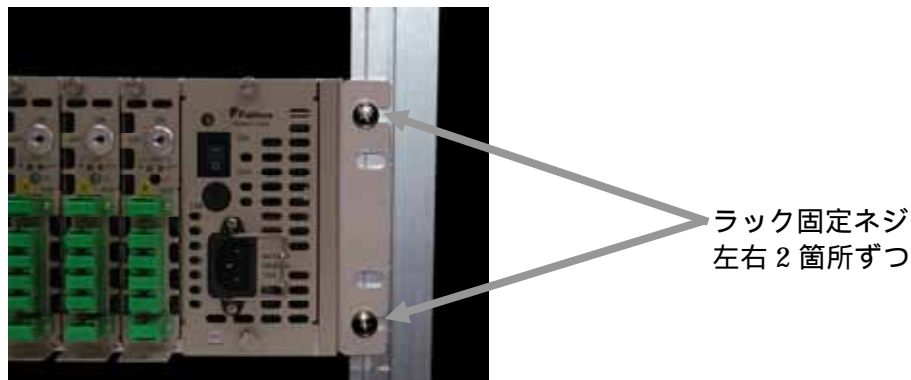

図 5-11 ラックへの取り付け例
(4) 右側も同様にラック取付金具を本製品に合わせ固定ネジを締めます。
(5) 本体をしっかりと保持しながらラックにのせ、図 5-11 のように左右 2 箇所ずつしっかりとネジ止めします。